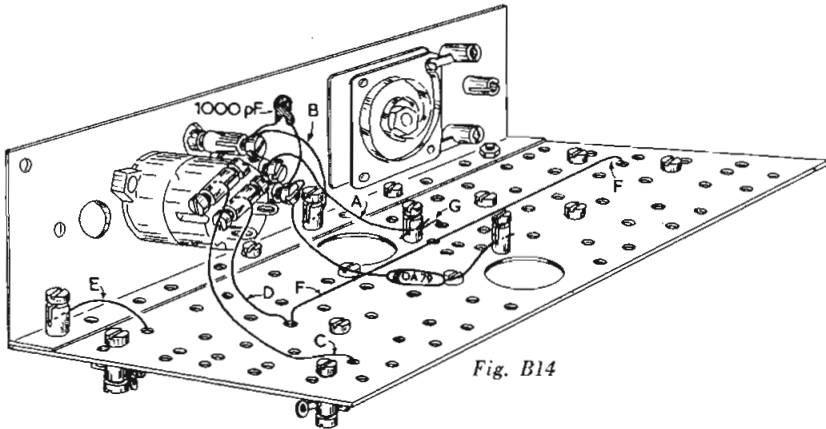
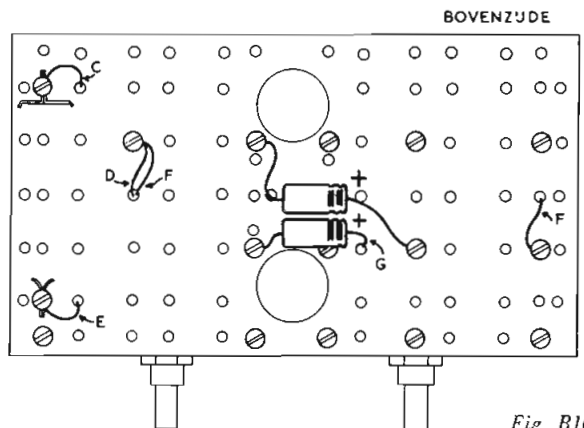

Fig. B14
Fig. B16
8. Sluit de diode OA 79 aan en let daarbij op de witte merkstreep, die aan de zijde van de potentiometer moet komen (fig. B14). Sluit daarna ook de condensator aan en leg vervolgens de **blanke draden** die gemerkt zijn met A (lengte 4½ cm) en B (lengte 5½ cm). De (eveneens blanke) leidingen C, D, E en F (resp. 9, 6, 4 en 16 cm lang) worden nu gevoerd door gaten in de bruine isolatieplaat en aan de andere zijde hiervan aangesloten. Let er goed op, dat je de juiste klemmen neemt. Kijk voor het monteren van deze draden daarom alvast naar fig. B16, daar vind je dezelfde letters weer terug.
9. Breng deze twee elektrolytische condensatoren aan zoals in fig. B16 is getekend. Eén aansluitdraad van één van deze twee condensatoren is in tekening B14 gemerkt met de letter G. In fig. B14 vind je deze aansluitdraad met dezelfde letter gemerkt terug.